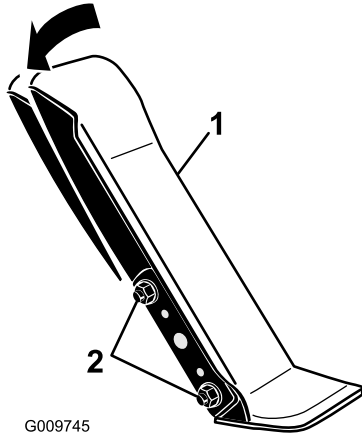

Figura 68
1. Afloje las dos tuercas y pernos que fijan el lado izquierdo del pedal de tracción al soporte (Figura 68).
2. Ajuste el pedal al ángulo deseado y apriete las tuercas (Figura 68).